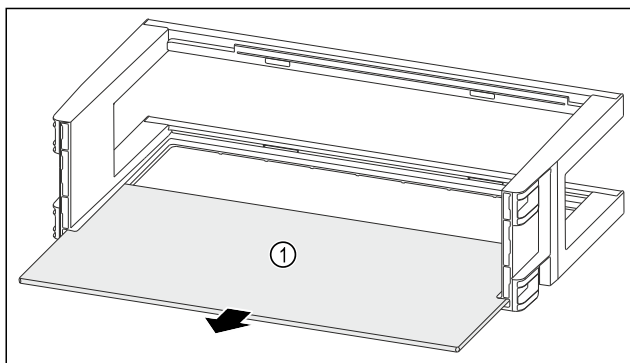

Fig. 121
- Abstellfläche Fig. 121 (1) entnehmen.